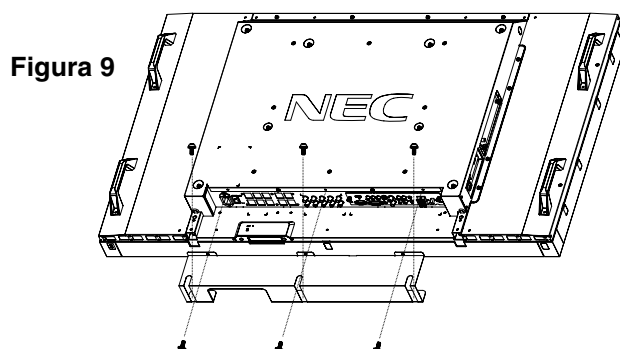

Figura 9
- Utilizzare sei delle viti M4 x 10 (incluse) per fissare la copertura cavi (Figura 9).